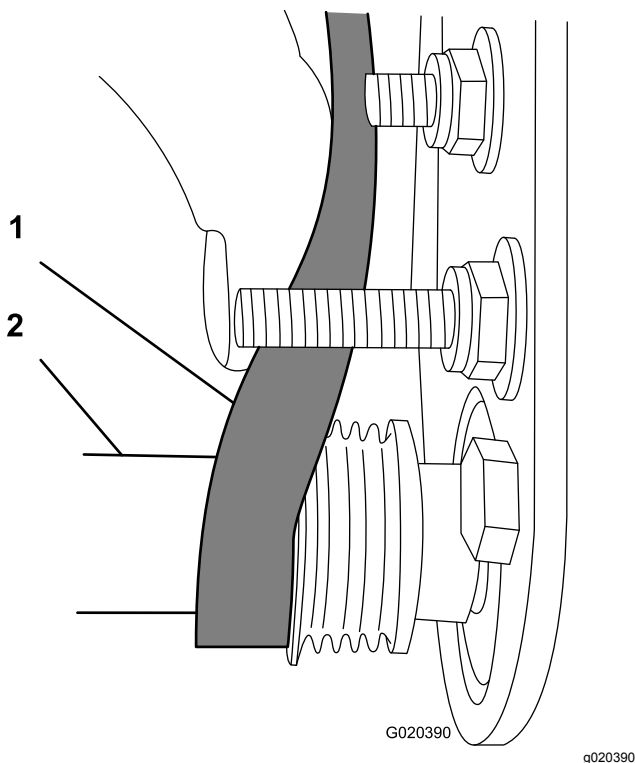

Figura 36
- Utilizzate una chiave a tubo di profondità da 9/16" per ruotare il gruppo spazzola e guidare la cinghia sulla puleggia condotta (Figura 36).